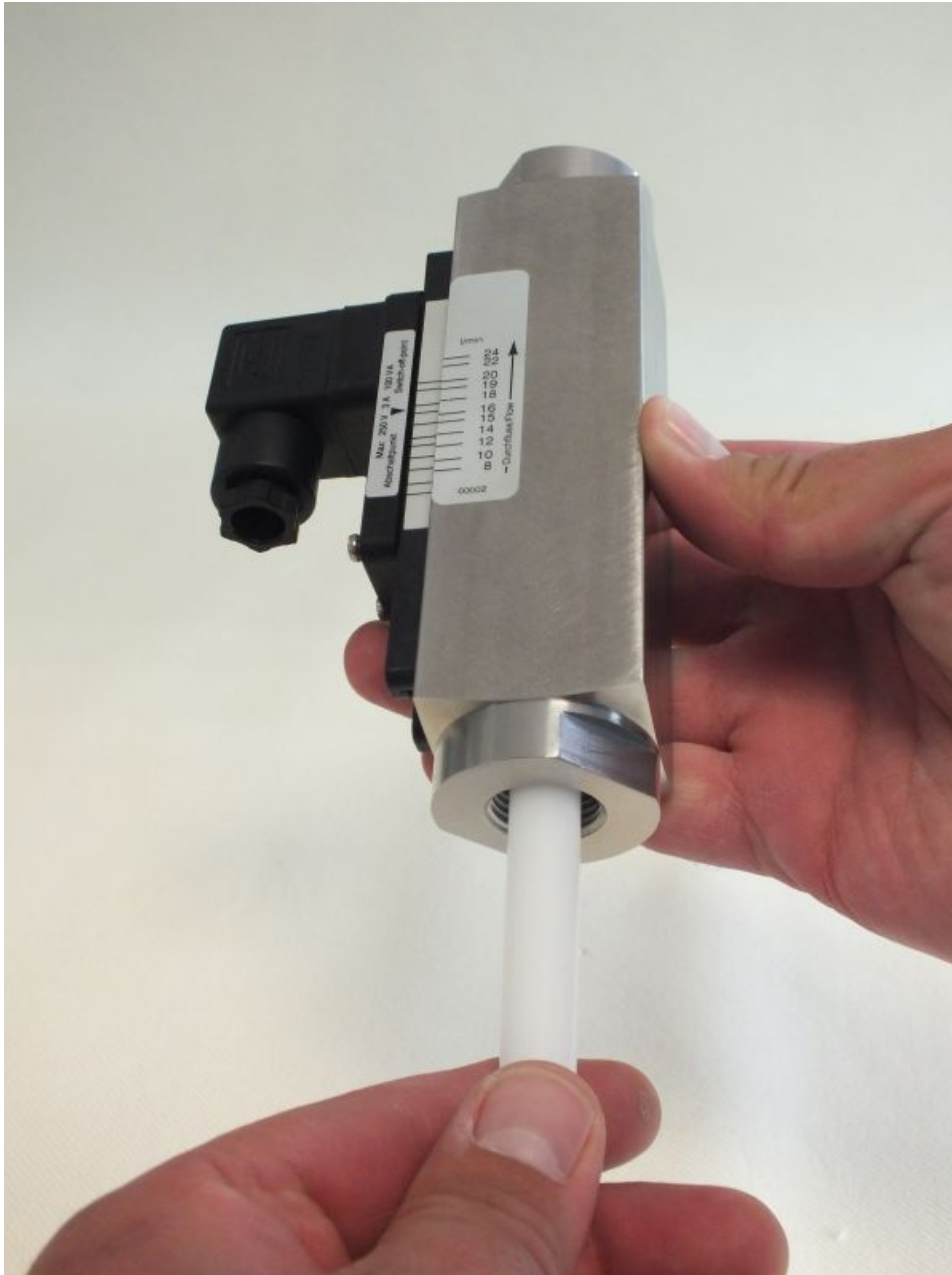

Abb. 65: Gängigkeit prüfen
**14.** Schwebekörper durch Druck mit dem Prüfstab (Abb. 65) auf leichte Gängigkeit prüfen